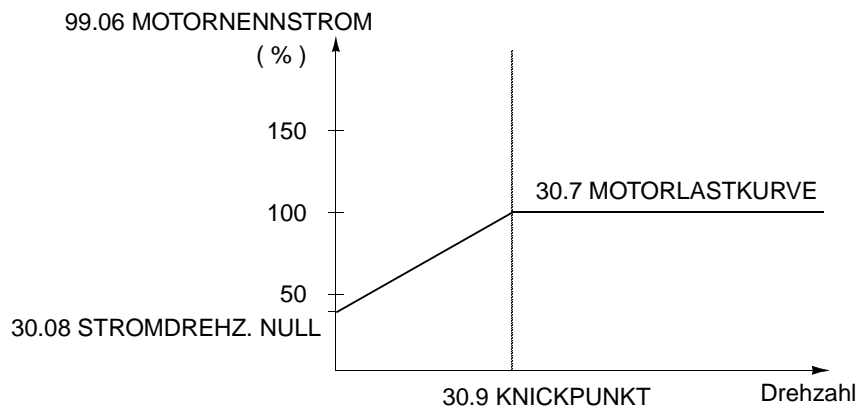

Abbildung 6-15 Motorlastkurve.
30.05 WAHL MOTORSCHUTZ	Wählt die Art des thermischen Schutzes. Der Motorschutz wird mit Hilfe eines thermischen Modells oder Thermistormessung sichergestellt. Der ACS 600 berechnet den Temperaturanstieg des Motors unter Berücksichtigung folgender Annahmen: <ul style="list-style-type: none"> • Der Motor hat beim Einschalten des ACS 600 Umgebungstemperatur (30 °C). • Für die Berechnung der Motorerwärmung wird eine Lastkurve angenommen (Abbildung 6-15). Der Motor erwärmt sich bei Betrieb oberhalb der Kurve über die Nenntemperatur hinaus und kühlt bei Betrieb unterhalb der Kurve ab. Die Erwärmungs- und Abkühlgeschwindigkeit wird mit Parameter 30.06 MOTOR THERM ZEIT eingestellt.
Dieser Parameter legt den Punkt fest, bei dem die Motorlastkurve vom Höchstwert (festgelegt mit Parameter **30.07 MOTORLASTKURVE**) auf den Wert abzufallen beginnt, der durch Parameter **30.08 STROMDREHZ.NULL** eingestellt ist. Abbildung 6-15 zeigt ein Beispiel für eine Motorlastkurve.